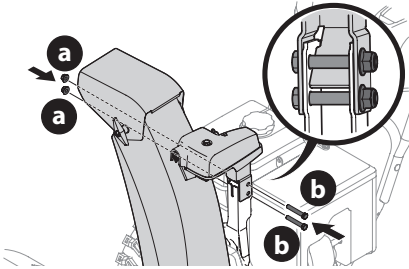

Figura 28
- Sujete el cabezal de control del canal a la ménsula de soporte del canal con las tuercas de seguridad (a) y los tornillos hexagonales (b) que extrajo en el Paso 1 (Figura 28).